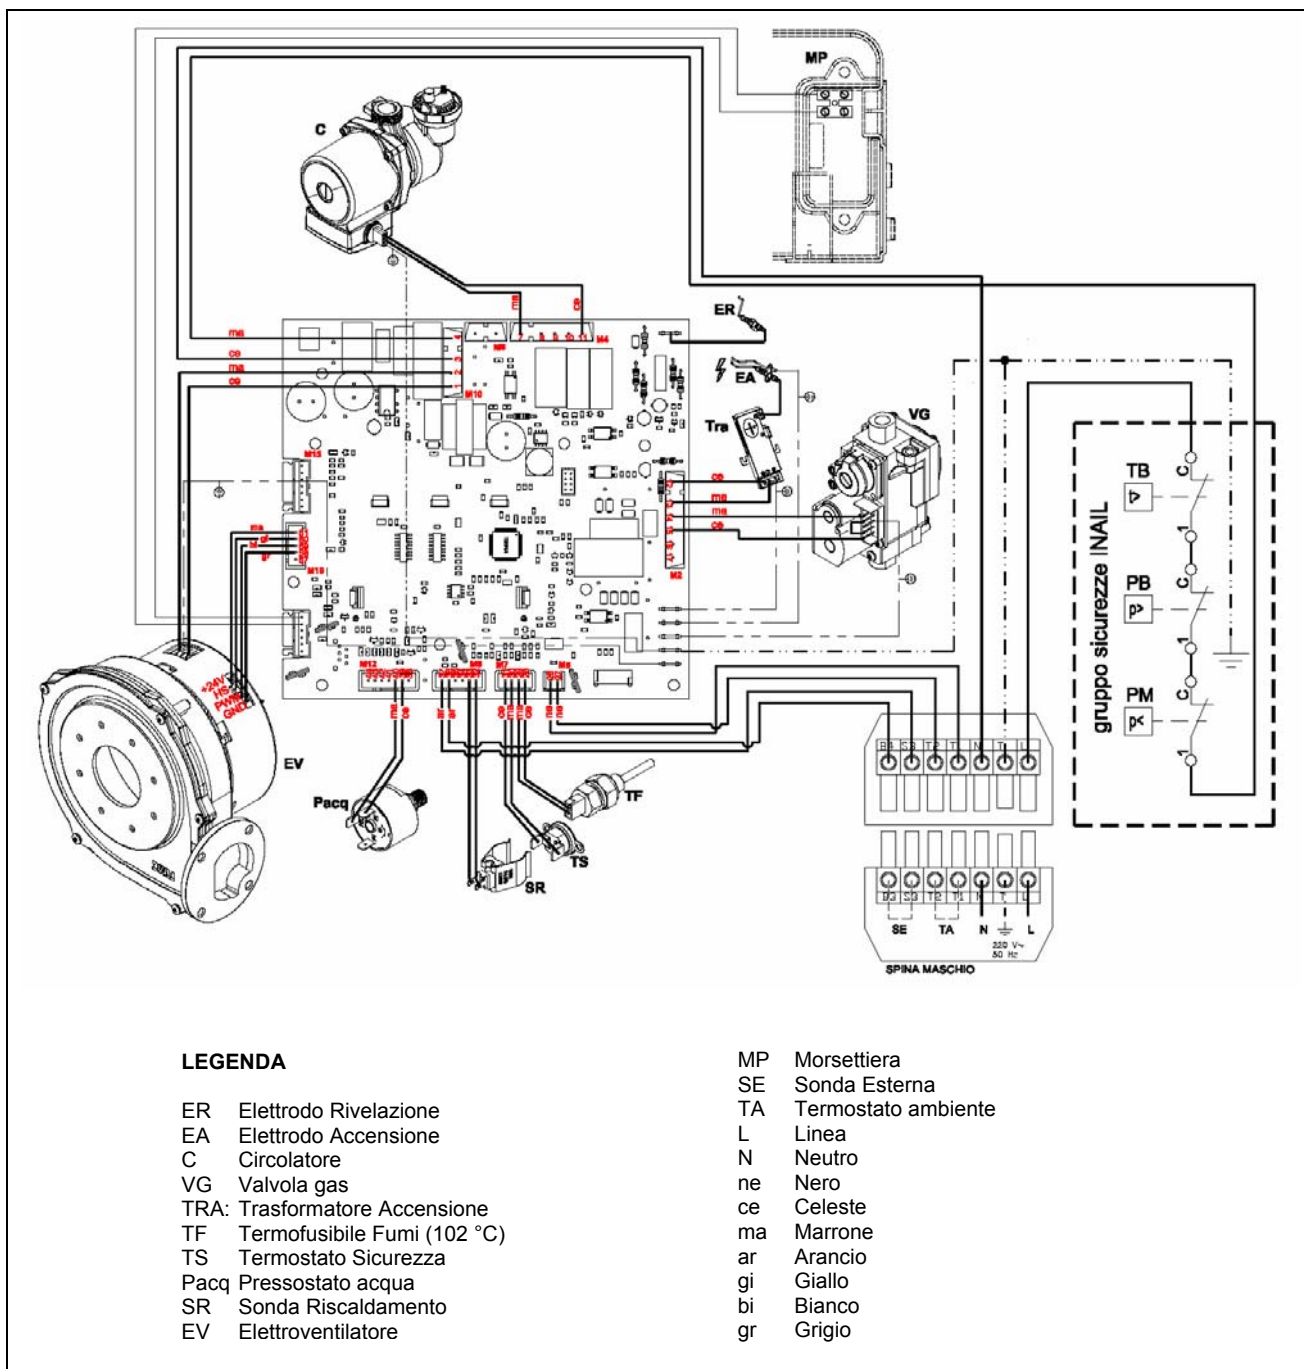
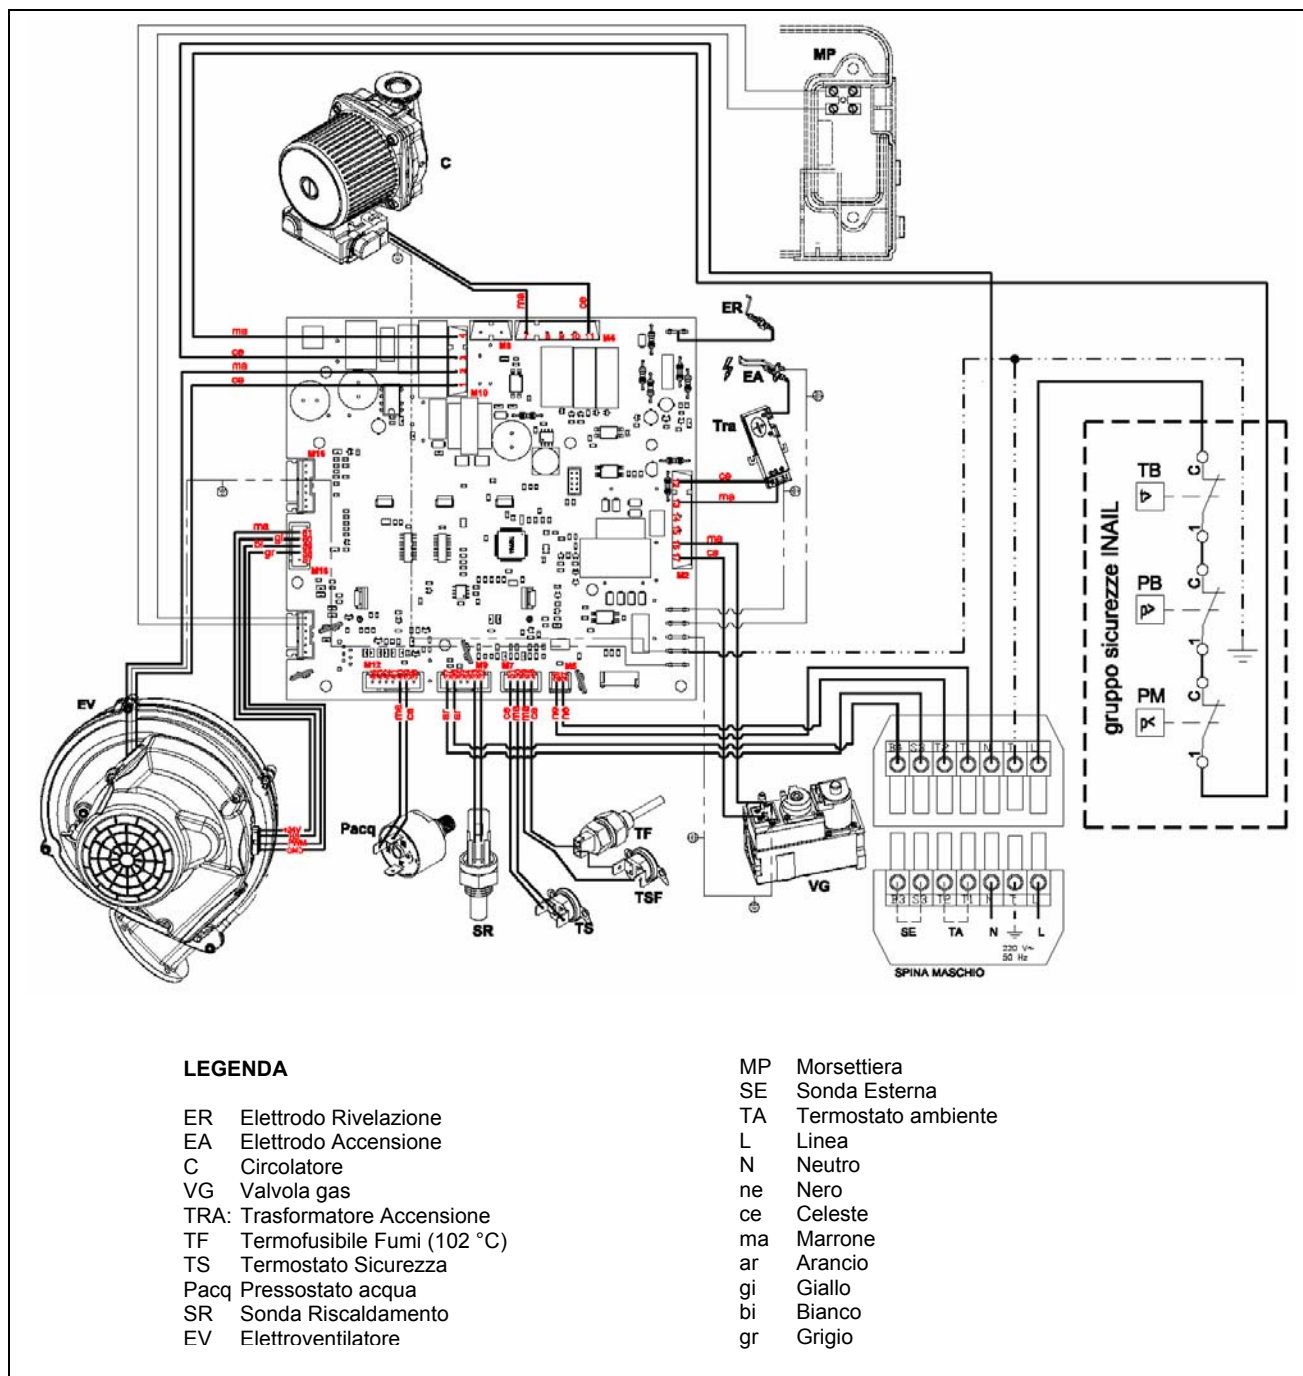

Figura 13 – SCHEMA COLLEGAMENTI ELETTRICI CALDARIA 55.1
Figura 14 – SCHEMA COLLEGAMENTI ELETTRICI CALDARIA 100.1
- Effettuare il collegamento del modulo esterno alla rete elettrica attraverso la morsettiere posta sul lato destro della caldaia, secondo lo schema riportato in Figura 13 e Figura 14, utilizzando un cavo idoneo alla massima potenza assorbita dichiarata in targa dati e comunque non inferiore a 3x0,75 mm².
- Collegare il Comando Remoto, fornito a corredo con la caldaia, ai morsetti TA, come indicato in Figura 13 e in Figura 14, tramite cavo bipolare.
- svitare le viti e rimuovere il coperchietto della morsettiera MP (Figura 13 e Figura 14)
E' possibile fare funzionare la caldaia con una temperatura dell'acqua in mandata variabile in funzione della temperatura esterna. Per fare questo è necessario installare una sonda di temperatura esterna (disponibile come optional) e collegarla all'apposita morsettiera predisposta sulla caldaia (Figura 13 e Figura 14).